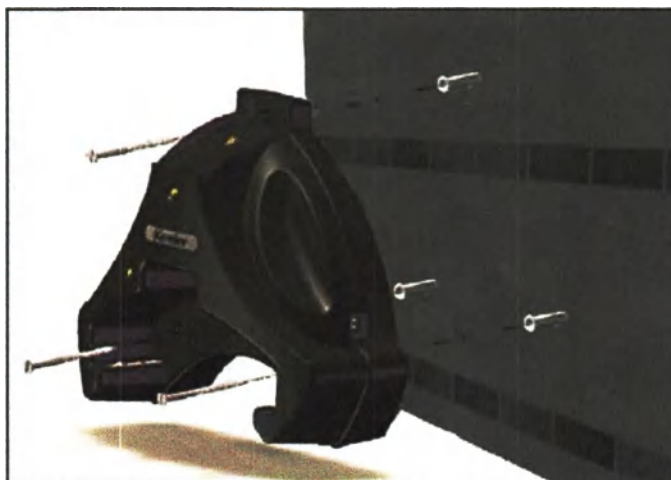

Рисунок 6-9 Схема для сборки зарядного устройства для батарей
2. Глядя на рисунок 6-9, вставьте крепежные винты и смонтируйте зарядное устройство, как показано на рисунке.